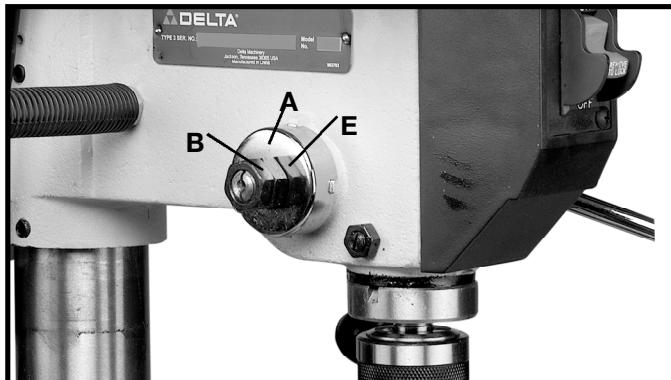

Fig. 28
Para el propósito del retorno automático del arbol hacia arriba después de haber perforado un agujero, se proporciona un resorte de retorno del árbol (A) Fig. 28. Este resorte ha sido ajustado debidamente de fábrica y no debe ser perturbado a menos que sea absolutamente necesario. Para ajustar el resorte de retorno, haga lo siguiente:
2. Afloje los dos tornillos (B) Fig. 28 aproximadamente 1/4 pulg. No quite las tuercas (B) del eje (C).